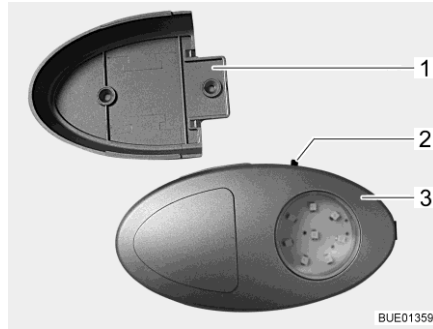

Fig. 104 Eclairage de la penderie/lampe de poche
- ▷ Il est possible d'extraire l'éclairage de la penderie de son support vissé (Fig. 104,1) et de l'utiliser comme lampe de poche.
Le bouton Marche/Arrêt (Fig. 104,2) se trouve directement sur l'éclairage de la penderie (Fig. 104,3).